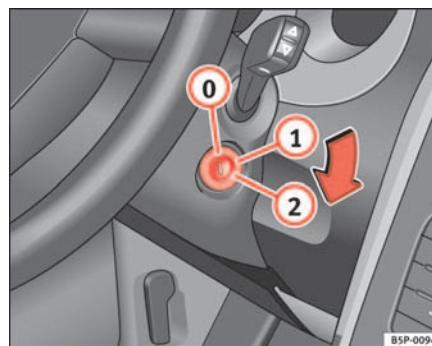

Abb. 132 Stellungen des Zündschlüssels
In dieser Stellung ⇒ Abb. 132 sind die Zündung und der Motor ausgeschaltet und die Lenkung kann gesperrt werden.
- Drehen Sie den Zündschlüssel in Stellung ⇒ Seite 168, Abb. 132 ①. Beim Vorglühen des Motors leuchtet die Kontrollleuchte  auf.
- Wenn die Kontrollleuchte nicht (mehr) leuchtet, drehen Sie den Zündschlüssel in Stellung ② zum Anlassen des Motors – geben Sie kein Gas.
- Drehen Sie den Zündschlüssel in Stellung ⇒ Seite 168, Abb. 132 .